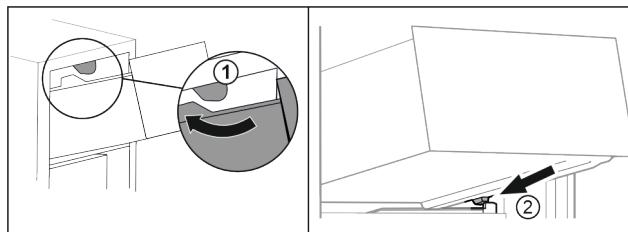

Fig. 94
- Prevedťte zásuvku okolo horných zarážok. Fig. 94 (1)
- Nasadte zásuvku šikmo za dolnými zarážkami na rebro nádoby. Fig. 94 (2)